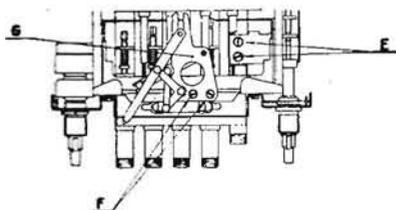

Fig. 2.
2) Togliere le due viti E (fig. 2) che fissano il meccanismo di rinvio.
2) Togliere le due viti F (fig. 2) che fissano il complesso.